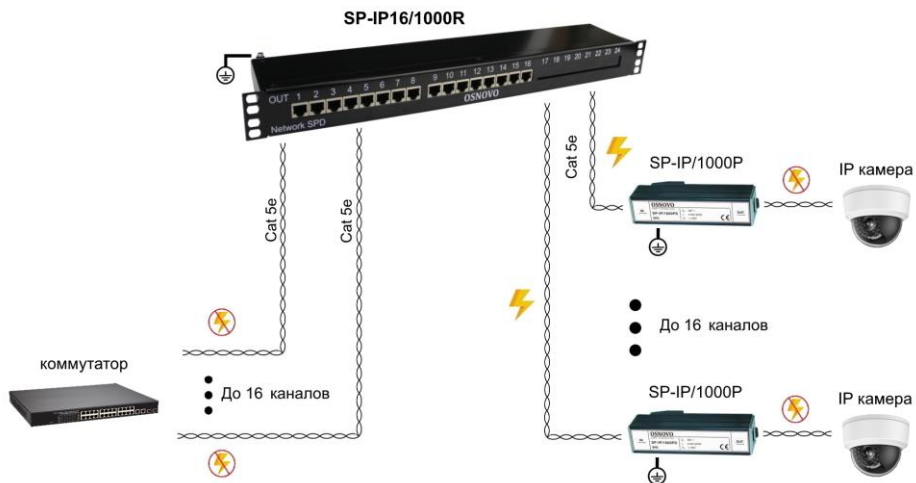
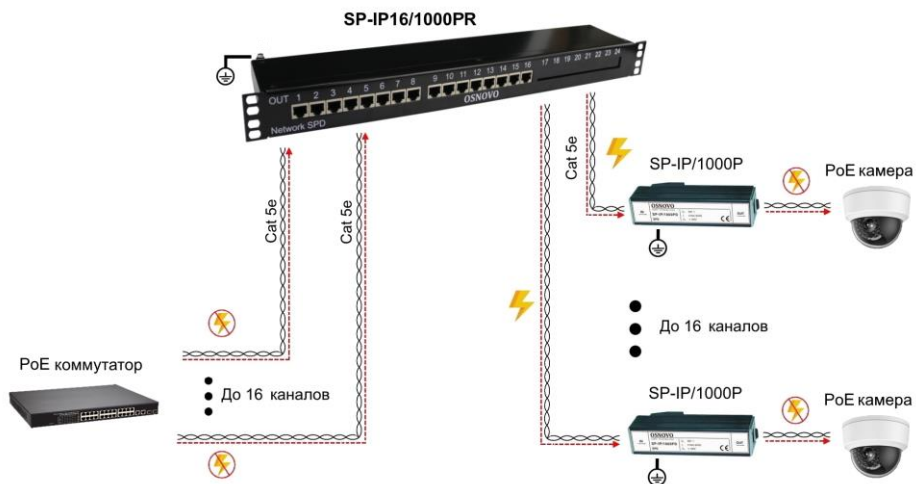

Рис.5 Схема подключения устройства грозозащиты на примере SP-IP16/1000R.
Рис.6 Схема подключения устройства грозозащиты на примере SP-IP16/1000PR.
- Для повышения защищенности оконечных устройств от повреждения рекомендуется использовать грозозащиту с каждого конца линии (Рис.5, Рис.6).